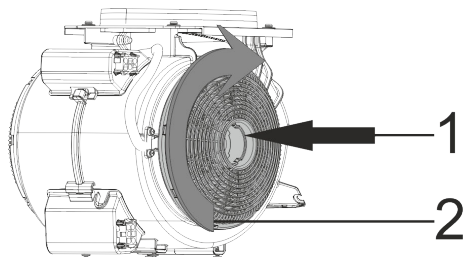

Fig. 5: KUL 1
- 1- Montera kolfiltrena på motorns sidor (Fig. 5).
- 2- Vrid fast kolfiltrena medurs för att fästa dem (Fig. 5).